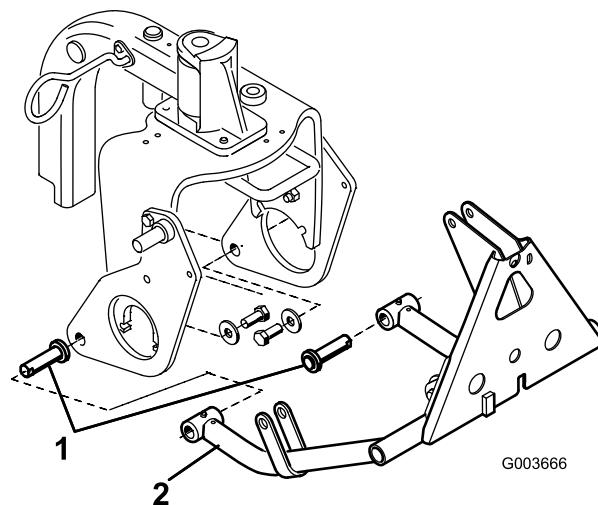

図 8
3. 各プッシュ・アームのチューブにシリンダ・ピンを通す (図 8)。
4. 左右のプラウ・プレートに、プッシュ・アームのチューブをかぶせ、シリンダ・ピンのガイドにプラウ・プレートの穴を合わせる (図 8)。
5. 図 8を参照して、それぞれのプラウ・プレートにシリンダをボルト (5/8 x 1-1/2 in) とワッシャ (1.68 O.D. x .65 I.D.) で固定する。ナットを 21kg.m にトルク締めする。